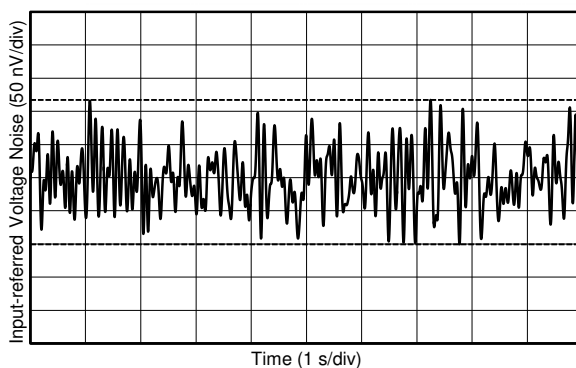

图 18. 0.1-Hz to 10-Hz Voltage Noise
0.1-Hz to 10-Hz Voltage Noise	<a href="#">图 18</a>